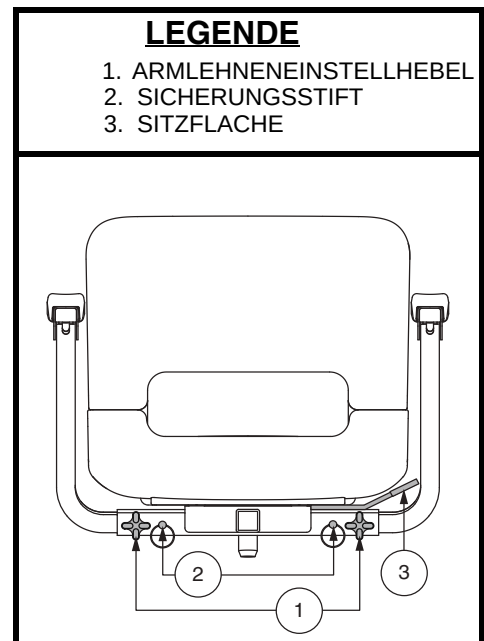

Abb. 15. Sitzeinstellungen – Stil A
1. Lösen Sie die Armlehneinstellhebel. Siehe Abb. 15.
1. Sitzarretierungshebel nach vorne drücken, um den Sitz zu entriegeln. **Siehe Abb. 15 oder 16.**